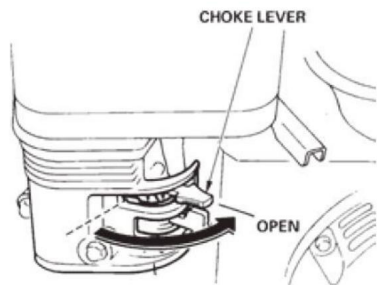

FIG.8
9.4 Placera choken (FIG. 8) i läge "ÖPPEN" om du startar en varm motor eller temperaturen är varm.